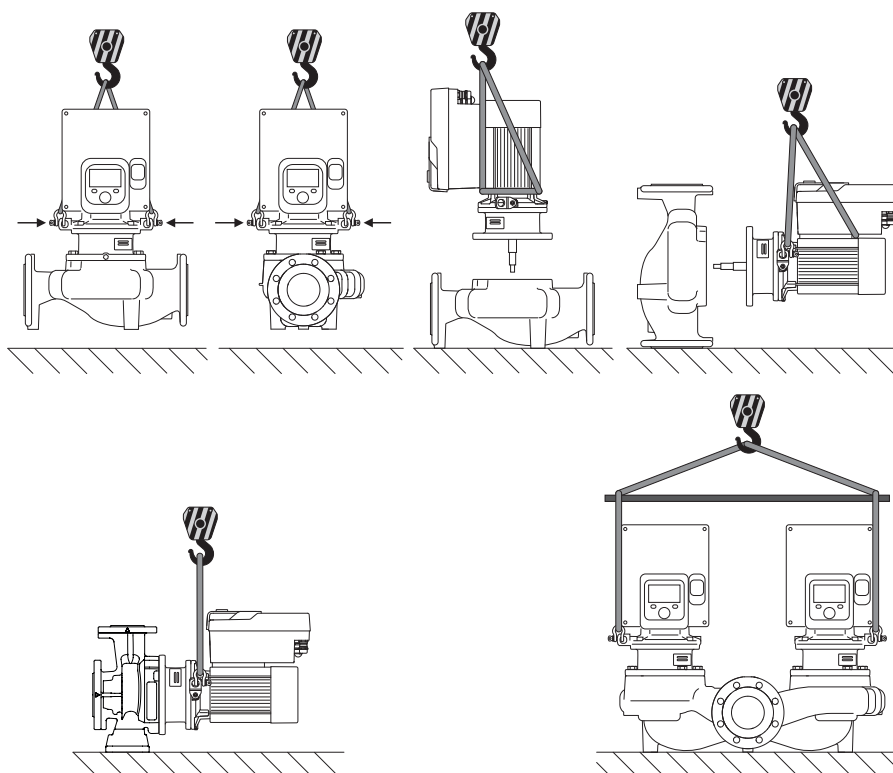

Fig. 6: Nostosuunta
Pumpun kuljetus on suoritettava käyttäen hyväksytyjä kuorman kiinnitysvälineitä (esim. nostotalja, nosturi jne.). Kuorman kiinnitysvälineet on kiinnitettävä moottorilaipassa oleviin kuljetussilmukoihin. Työnnä nostolenkit tarvittaessa adapterilevyn alle (Fig. 6).
1. Jätä kaksi kuljetussilmukkaa (Fig. I, pos. 30) moottorilaippaan.
2. Kiinnitä moottori-juoksupyöräyksikkö (Fig. 4) varmistusta varten sopivilla nostovälineillä kuljetussilmukoihin. Jotta yksikkö ei kaadu, aseta hihnasilmukka kuvan Fig. 6 mukaisesti moottorin ja elektroniikkamoduulin sovittimen ympärille. Kiinnityksen yhteydessä on varottava vahingoittamasta elektroniikkamoduulia.
3. Avaa ruuvit (Fig. I/II/III/IV, pos. 29) ja poista ne.